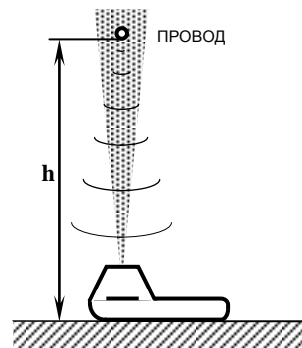

Рис. 2
4.3. Нажать и отпустить кнопку «Режим» - на дисплее высветится ($---$), что означает готовность прибора к измерению расстояния до нижнего провода. Установить прибор на землю (рис.2) под контролируемым проводом так, чтобы посторонние предметы (здания, деревья) и сам измеряющий не попали в сектор излучения. Нажать и удерживать в нажатом состоянии не менее 5 секунд кнопку «Измерение» пока на дисплее не появится **устойчивое** значение расстояния до провода, в метрах, например, (4.07). Если прибор неточно расположен (провод не пойман ультразвуковым лучом), и на дисплее расстояние не индицируется, следует, слегка изменяя положение прибора, добиться **устойчивых** показаний и отпустить кнопку «Измерение».